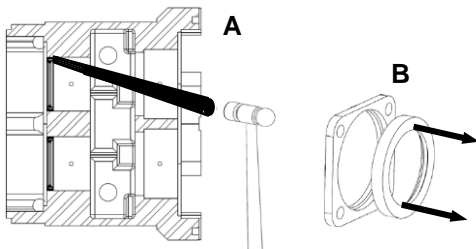

Figura 49: Retirar sellos de aceite
5) Retire todas las calzas de la caja de engranes y etiqueta el eje y el agujero del que proceden. Si los ejes se van a reutilizar, tendrán que reinstalarse con las calzas originales. De lo contrario, podría haber daños y desalineación en el cuerpo de la bomba. Retire y deseche los sellos de aceite traseros de la parte posterior de la caja de engranes. Utilice una varilla larga no metálica y un mazo suave para perforar el sello desde la parte delantera (Figura 49, A). Retire y deseche los sellos del cojinete delantero de los retenes del cojinete presionándolos hacia afuera (Figura 49, B). Limpie los retenes del cojinete ya que serán reutilizados. Limpie el exceso de grasa y lodo dentro de la caja de engranes antes de volver a ensamblarla.